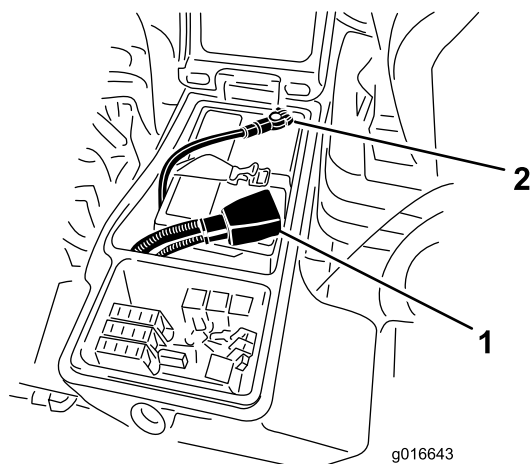

Figura 62
4. Conecte el cable positivo (rojo) al borne positivo (+) y el cable negativo (negro) al borne negativo (-) de la batería (Figura 62). Fije los cables a los bornes con tornillos de caperuza y tuercas. Asegúrese de que el terminal positivo (+) está colocado a tope en el borne, y que el cable está colocado junto a la batería. El cable no debe entrar en contacto con la tapa de la batería. Deslice la cubierta de goma sobre el terminal positivo para evitar posibles cortocircuitos eléctricos.